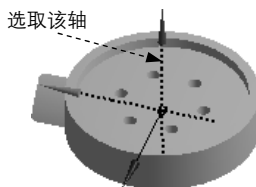

图 3.4.6 定义轴参考
(1) 选择轴参考元素。单击以激活 **Axis** 文本框, 选取图 3.4.6 所示的轴线为参考元素, 单击 **Apply** 按钮确认。
(2) 定义参数。在 **FD2, Angle** 文本框中输入圆形阵列角度数值, 此处采用系统默认设置, 在 **FD3, Copies (>0)** 文本框中输入数值 20。